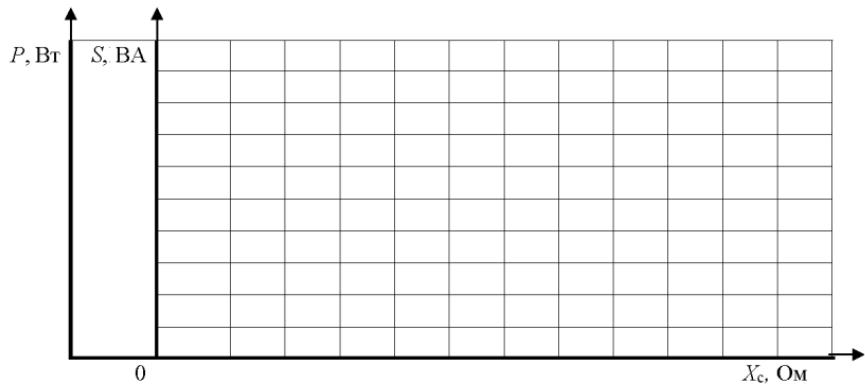

Рис. 7
- 2) $P(X_C), S(X_C)$ в общих осях координат (рис. 7).